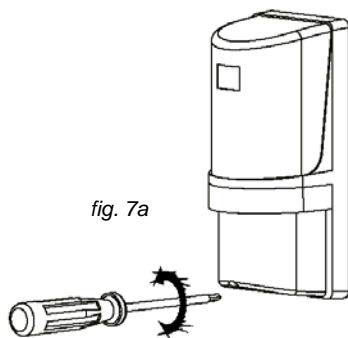

fig. 7a
- Rimuovere il coperchio (fig. 7a)
- Remove the cover (fig. 7a)